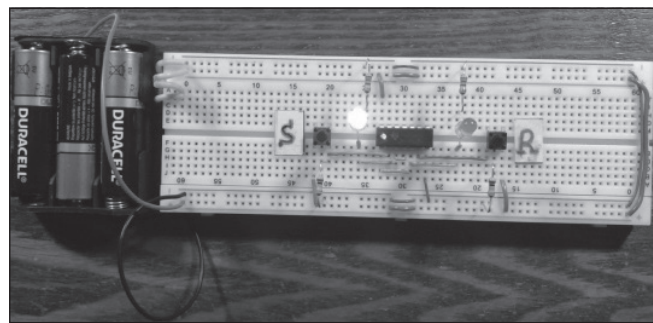

Рис. 16
2. Соединение установленных элементов проводами (перемычками) и проверка работы схемы (рис. 16).